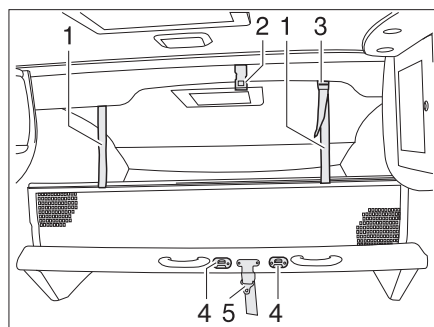

Bild 159 Hubbett manuell
- Das Hubbett mit dem Sicherungsgurt (Bild 159,5) am Dach (Bild 159,2) sichern.
- Die Aufstiegsleiter mit den beiden Bügeln in die Krampen (Bild 159,4) am Hubbett einhängen.
- Die Haltebänder (Bild 159,1) in die Halterungen an der Decke (Bild 159,2) einrasten.